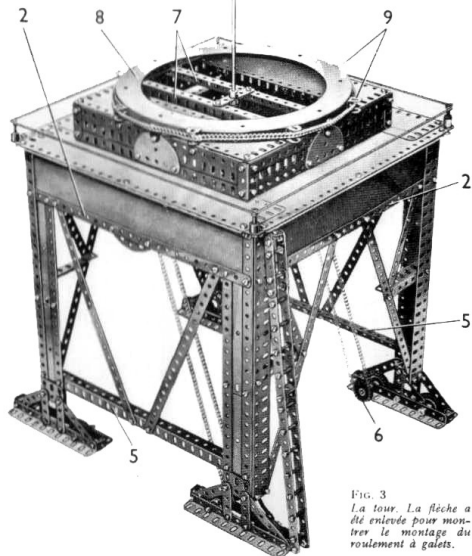

Fig. 3
Les montants sont réunis à leurs extrémités supérieures par des plaques-bandes de 25 trous qui sont bordées par des cornières de 25 trous (1) et par des bandes de 25 trous (2). L'assemblage des cornières (1) est renforcé par des grands goussets d'assemblage boulonnés sur les cornières, et une plaque-bande de 25 trous est fixée sur chacune des cornières (1) comme le montre la figure 3.
Chacun des côtés de la plate-forme surélevée située au sommet de la tour est formé par une cornière de 19 trous et par une poutrelle plate de 19 trous. Ces pièces sont réunies à leurs extrémités par des cornières de 3 trous, et deux plaques-bandes de 19 trous et deux cornières de 19 trous (7) (fig. 3) sont boulonnées au travers du carré ainsi obtenu. Les cornières de 19 trous de deux des côtés sont fixées sur le dessus de la tour, et les poutrelles plates de 19 trous des deux autres sont réunies, au sommet par des cornières de 7 trous.